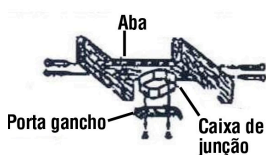

FIGURA 1
1. Através de dois parafusos, fixar o sistema de ancoragem (Figura 1)